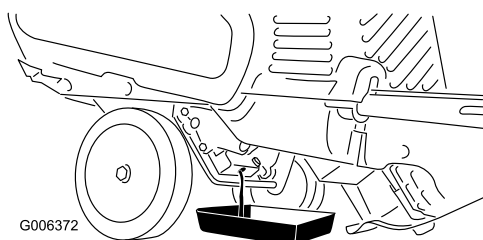

Figure 30
3. Placez un bac de vidange sous le bouchon de vidange et retirez le bouchon; basculez la machine en arrière et vidangez l'huile usagée dans le bac de vidange (Figure 30).